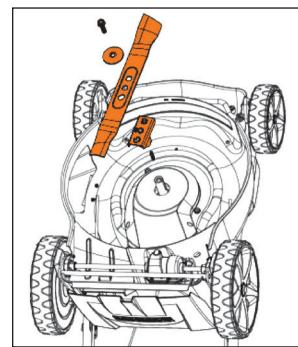

Рис. 23
- Для замены ножа (Рис. 23) слейте топливо и масло из газонокосилки и плавно поставьте ее на задние колеса переведя ее в вертикальное положение.